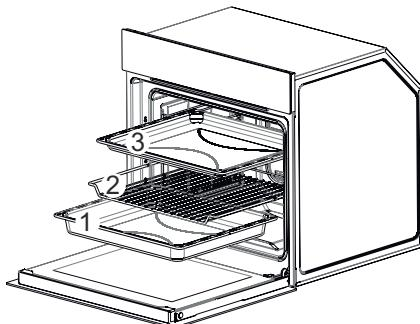

Рис. 17
- Снимите противни и гриль (1-2-3 /Рис. 17 ).